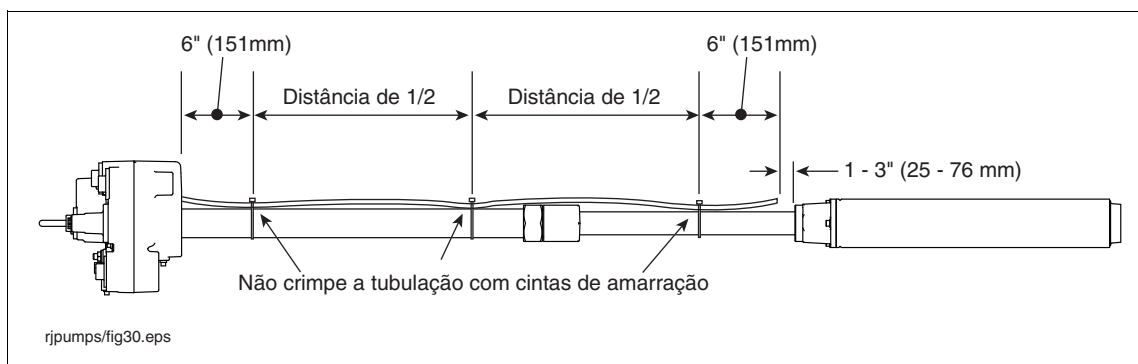

Figura 14. Conexão da tubulação da linha de retorno à bomba
9. Prenda a tubulação da linha de retorno do sifão ao tubo da coluna com cintas de amarração. Posicione as cintas de fixação a aproximadamente 152 mm (6 polegadas) do manifold, 6 polegadas da cabeça de descarga e no meio da tubulação (consulte a Figura 14).